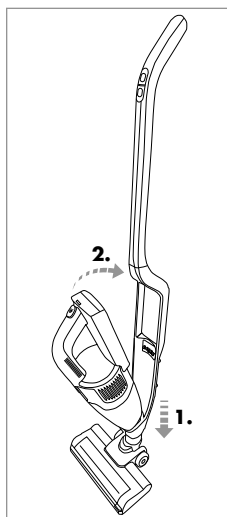

Fig. 3
- 1) Per collegare l'unità portatile 3 al manico 12 spingere la punta dell'unità portatile 3 nel vano dell'incavo dell'unità stessa 14 (Fig. 3).
- 2) Introdurre poi l'impugnatura 2 dell'unità portatile 3 nell'incavo della stessa 14 in modo tale che l'unità portatile 3 si innesti in posizione e rimanga ben fissa (Fig. 3).